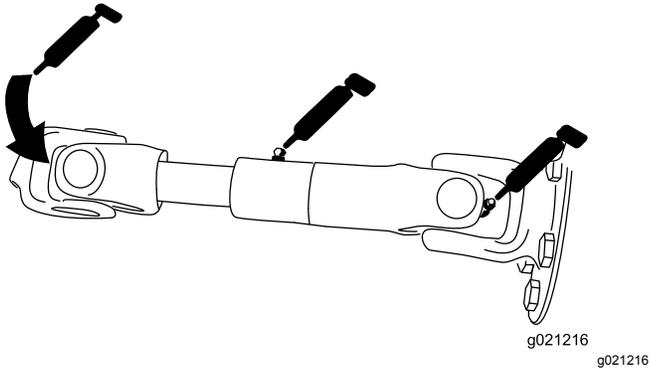

Figura 74
- Albero di trasmissione della pompa (3) (Figura 74)